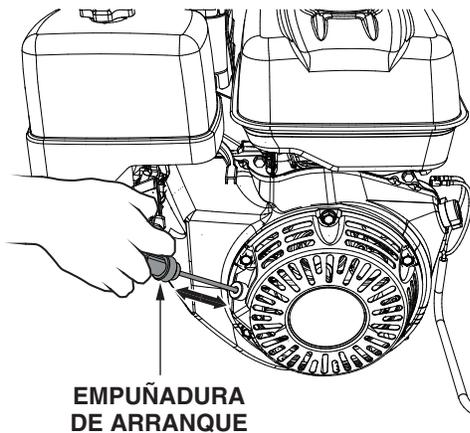

Figura 25. Empuñadura de arranque
6. Tire lentamente de la empuñadura de arranque (Figura 25) hasta que note resistencia, luego de un tirón y tire con suavidad para arrancar el motor. Vuelva a poner con suavidad la empuñadura de arranque a su posición original.